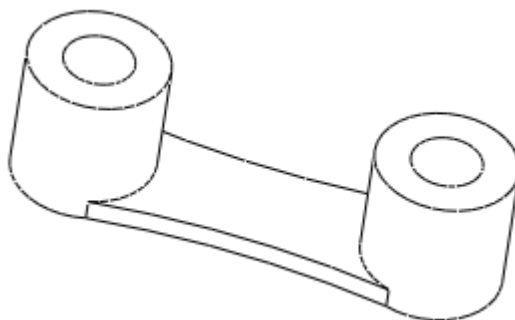

图 54-10
- (5) 单击  按钮，完成拉伸特征建立，如图 54-10 所示。